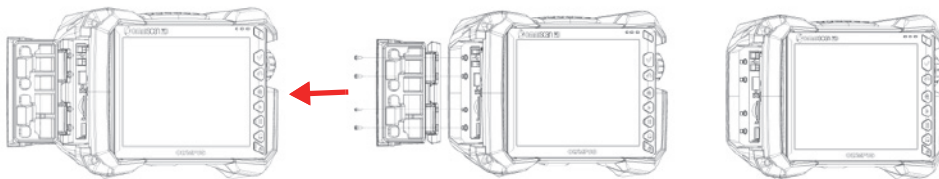

図 2-9 コンパートメントドアの取り外し
1. OmniScan X3 の左サイドパネルのコンパートメントドアを開き、プラスドライバーを使って4本のネジを外し、コンパートメントドア（36ページの図 2-9）を取り外します。